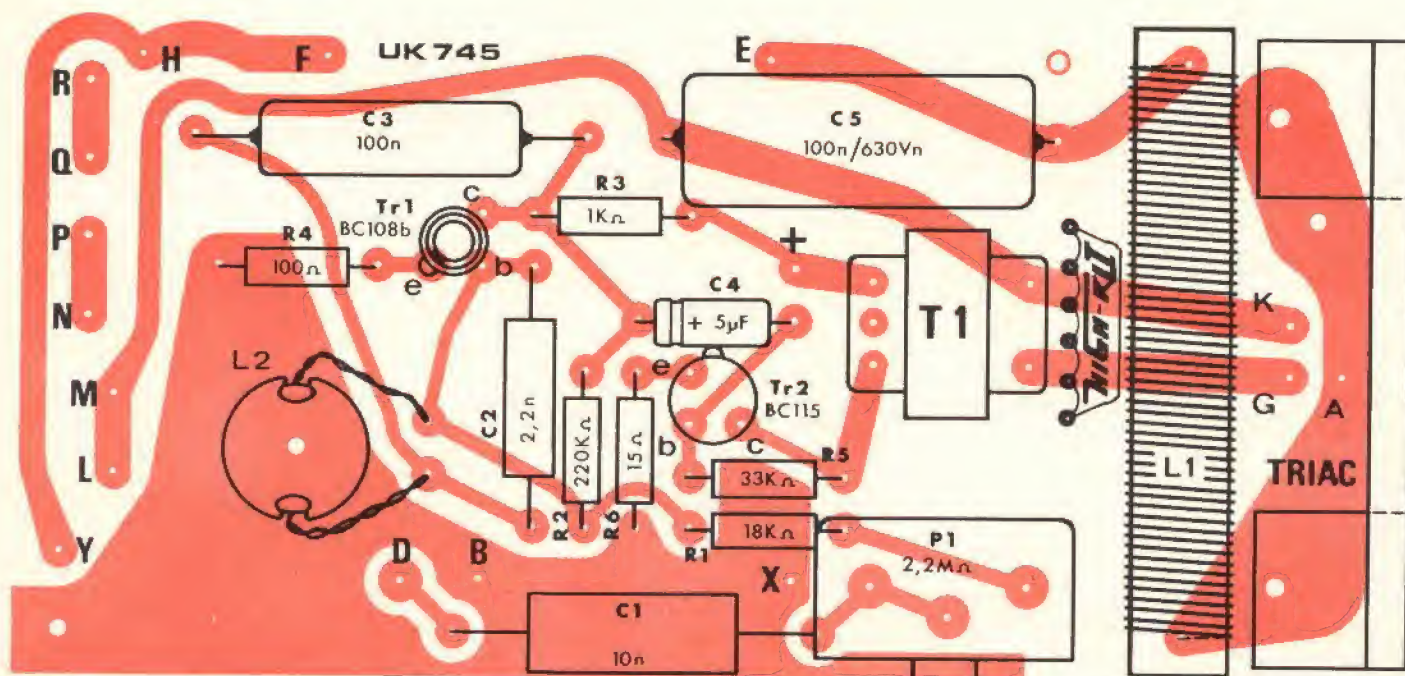

Fig. 2 - Vista serigrafica del circuito stampato.
Per collegare l'intero gruppo, nel caso che si abbia l'alimentatore interno, seguire le indicazioni di fig. 2, se non si dispone dell'alimentatore collegare la sorgente di corrente continua a 6 Vc.c. con il positivo al terminale 4 della presa a 5 poli, ed il negativo al terminale 2, della stessa presa. La disposizione dei terminali di queste prese è illustrata nella descrizione relativa a ogni singolo UK.
**Fig. 2 - Rappresentazione schematica delle connessioni fra i vari nuclei componenti il gruppo da 800 W.** 1) Ingresso B.F. note medie (middle) e positivo + 2) Prese per lampade colorate. 3) Ingresso rete 220 Vc.a. 4) Fusibile. 5) Uscita B.F. note medie (middle) e positivo +. 6) Ingresso principale B.F. 7) Uscita B.F. note acute (treble) e positivo +. 8) Ingresso B.F. note acute (treble) e positivo +. Per i collegamenti suddetti è consigliabile usare cavetto schermato tipo G.B.C. CC/0108-01 e tipo G.B.C. CC/0102-03 inoltre delle spine volanti tipo G.B.C. GQ/0640-00.
Per la fase di cablaggio è ormai consuetudine dei montaggi HIGH-KIT illustrare in modo chiaro e sicuro l'inserimento dei componenti per mezzo della vista serigrafica in fig. 2.